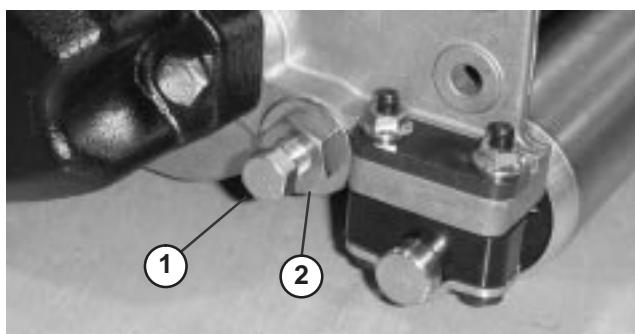

Bild 18
3. Lösen Sie an jeder Seite der Maschine die Klemmmutter, mit der die Schraube des Untermesserträgers befestigt ist (Bild 18).
4. Nehmen Sie jede Schraube des Untermesserträgers ab, damit der Untermesserträger nach unten gezogen und von der Maschine entfernt werden kann (Bild 18). Bewahren Sie die beiden Nylon- und die beiden Scheiben aus gestanzten Stahl an jedem Ende des Untermessers auf (Bild 19).